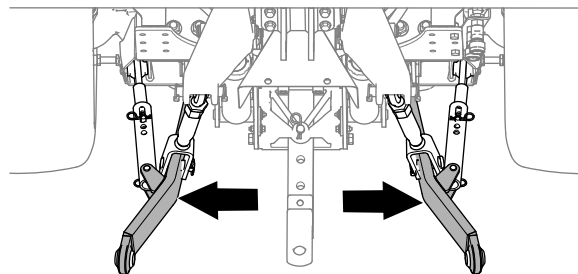

Рисунок 26
- Отрегулируйте рычаги стабилизатора (Рисунок 26) до упора по направлению наружу; см. *Руководство оператора* для буксирной машины.